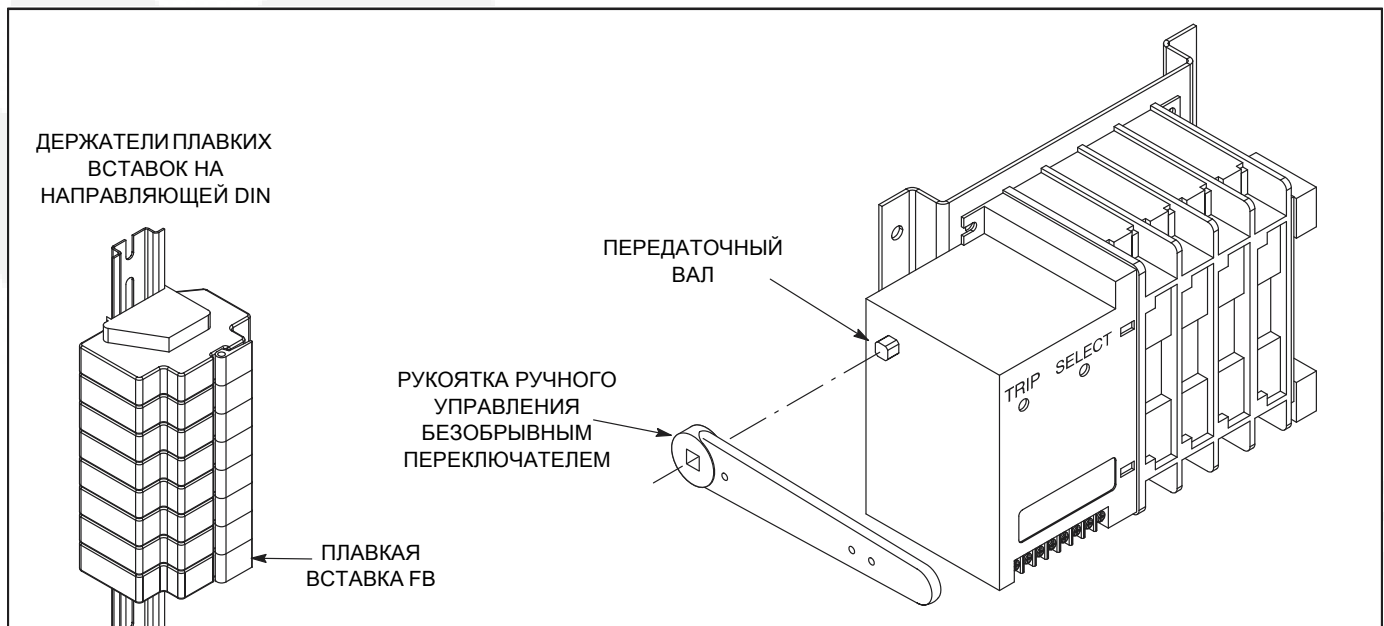

РИС. 4-1. РУКОЯТКА УПРАВЛЕНИЯ
Безобрывный переключатель снабжен рукояткой, при помощи которой оператор может выполнить переключение вручную (см. рис. 4-1). Ручной перенос может быть выполнен квалифицированным персоналом **ТОЛЬКО БЕЗ НАГРУЗКИ**. Действуйте следующим образом.
3. Отключите питание контроллера, вынув плавкую вставку FB (см. рис. 4-1).